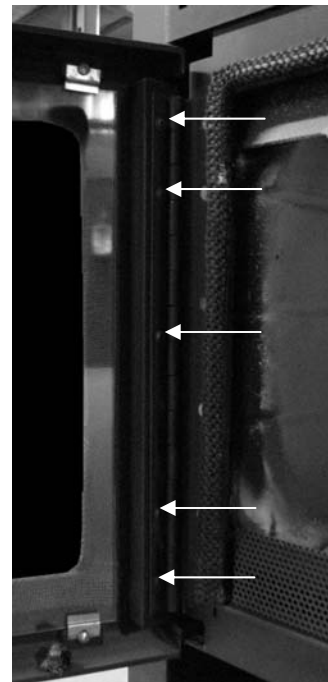

Figure 2 Ajustement de la penture sur la porte
1. Pour resserrer le côté gauche de la porte, dévissez légèrement les vis retenant la penture sur la porte (voir Figure 2).